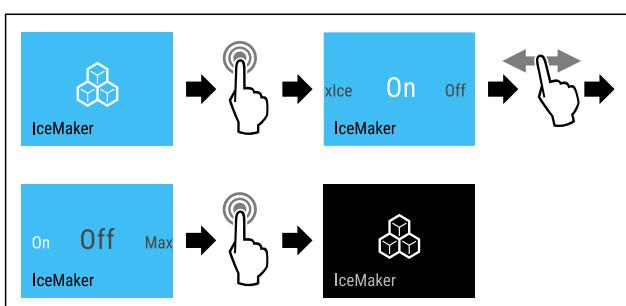

Fig. 20 Vzorčni prikaz z aktivno funkcijo IceMaker
- Izvedite zahtevane korake (glejte Fig. 20).